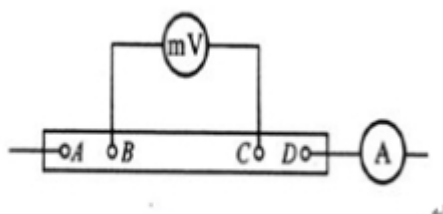

图 7-4 四端接法电路图
68. 3. 图 7-4 所示四端接法的低电阻, 测量结果 R_x 是 (BC 间电阻)
73. 3. 图 7-4 所示为四端接法的低电阻 R_x ，其等效电路图 7-5 中， R_{i1} 包括如下附加电阻（AB 端的导线电阻和该支路的等效接触电阻）